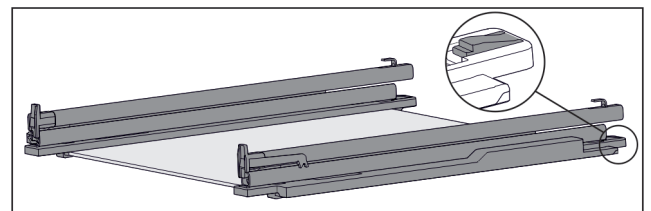

Fig. 110 Glashylla med skenor och fästdelar
- ▶ Tryck ned bakre fästdel (se Fig. 110) och skjut samtidigt skena bakåt.